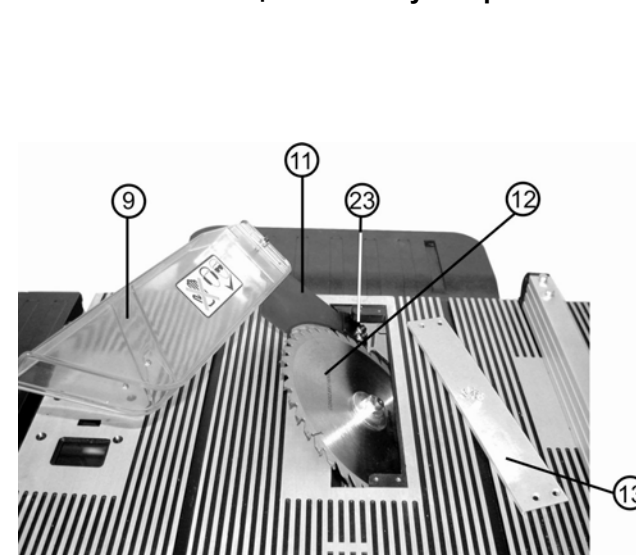
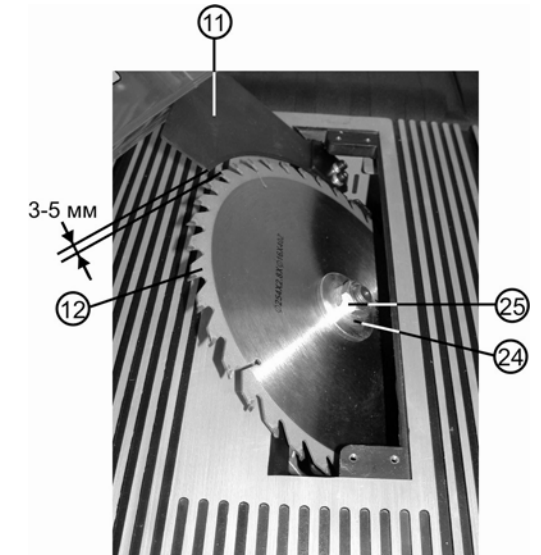

Рис. 9
Рис. 10
8.4. Установка защитного кожуха с расклинователем (Рис.9)
С помощью рукояток (5 и 15), Рис. 8, приведите пильный диск (12) в положение, как показано на Рис. 9. Ослабьте два винта (23) с внутренней шестигранной головкой с помощью шестигранного ключа и установите расклинователь (11) так, чтобы винты (23) вошли в пазы расклинователя (11). Расклинователь (11) установите таким образом, чтобы зазор между зубьями пильного диска (12) и дугой внутреннего радиуса расклинователя (11) составлял от 3 мм. до 5 мм, Рис. 10. Затяните два установочных винта (23) расклинователя (11). Закрепите защитный кожух (9) на расклинователе (11).
8.5. Замена пильного диска (Рис. 10)
8.5.1. Снятие пильного диска (Рис. 10)
8.5.2. Установка пильного диска (Рис. 10)
ВНИМАНИЕ: Перед установкой пильного диска следите, чтобы зубья пильного диска были направлены вниз в передней части пилы (Рис. 10).